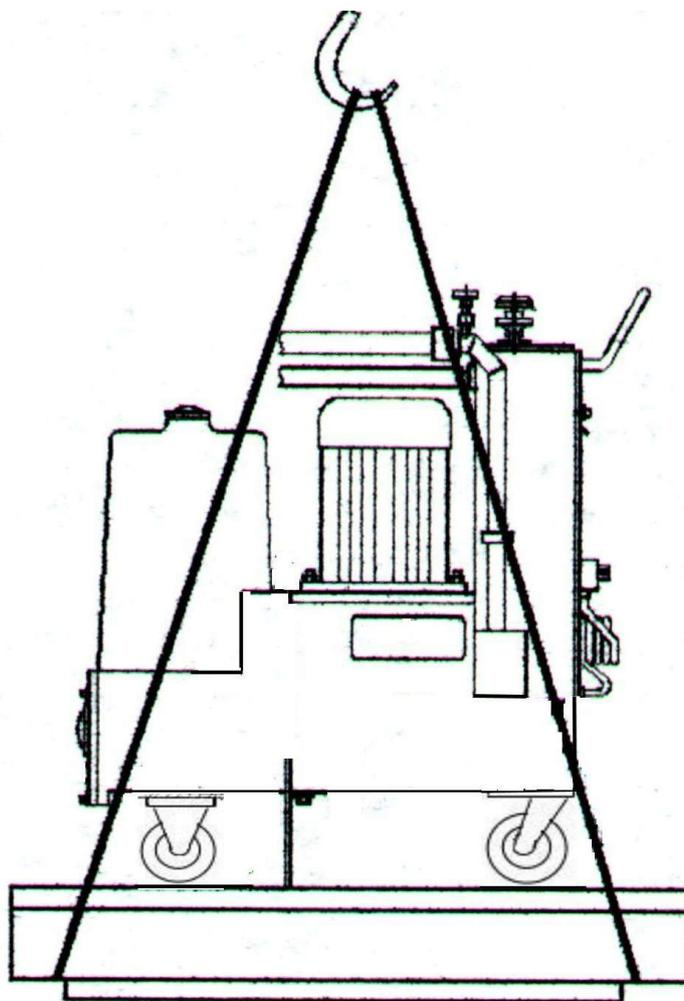

Рис. 15.1
15.4. Транспортирование стенда, закрепленного на поддоне, подъемно-транспортными средствами производить по схеме, указанной на рис. 15.1.